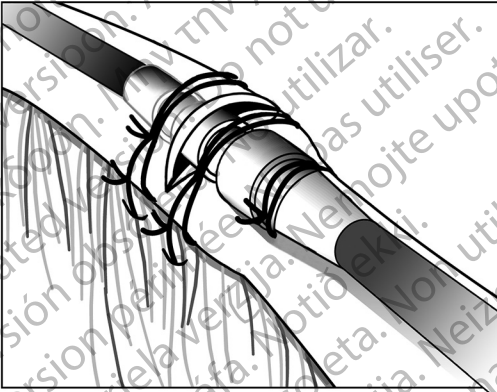

Figura 12. Ejemplo de manguito de sutura, técnica de venotomía
3. Utilice el mismo surco para fijar el cable y la vena a la fascia adyacente (Figura 12 Ejemplo de manguito de sutura, técnica de venotomía en la página 30).